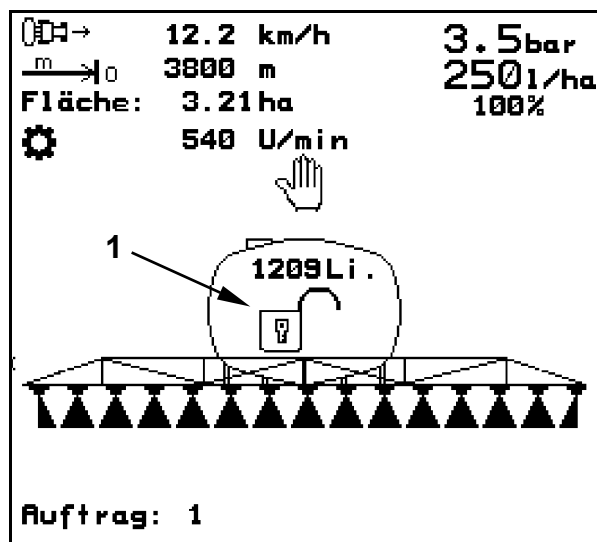

Bild 108
- Då svängningsdämpningen (Bild 107/1) är frigjord, indikeras detta i **AMATRON+** displayen med en öppen hänglås-symbol (Bild 108/2).
Vid frigjord svängningsdämpning visas i **AMATRON+** displayen en öppen hänglås-symbol (Bild 108/1).